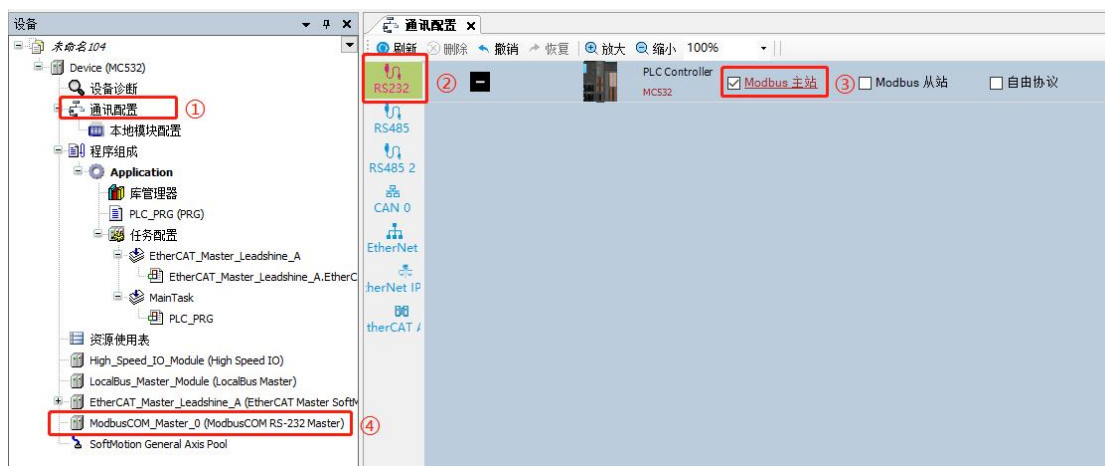

图 12.39 使能 PLC 作为 RS232 Modbus RTU 主站
双击网络组态中的“通讯配置”，如图 12.39 所示，单击 PLC 设备，弹出所支持的通信协议的使能窗口。勾选“Modbus 主站”，使能后，变为红色。Modbus 主站使能后，左侧树中，出现了对应的通信配置，如图 12.39 中④处所示“Modbus_Master_RS232_COM”。